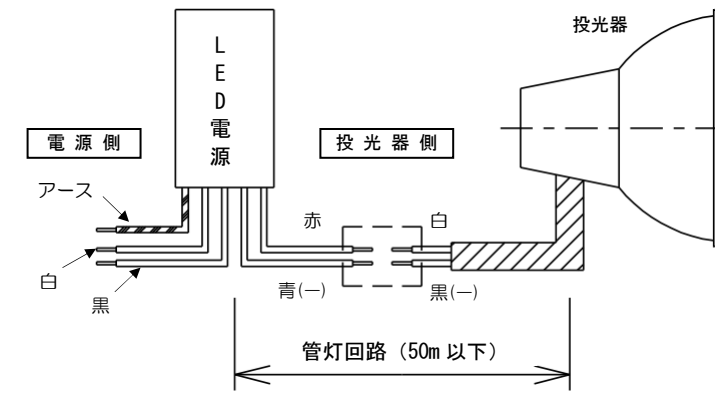

図5
- LED電源の投光器側配線は、600V二種EPゴム絶縁クロロブレンキャブタイヤケーブルと同等以上の性能をもつケーブルを使用し、図5のように極性を合わせ、確実に結線し絶縁処理を行ってください。